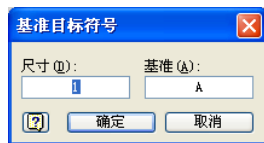

图 5-50 “基准目标符号”对话框
(1) 单击【标注】标签栏【符号】面板上的【基准目标-指引线】工具按钮, 如果单击旁边的箭头, 则打开下一级菜单, 可以选择添加何种样式的基准目标符号。
(2) 选择好目标样式后, 在图形窗口中, 单击鼠标左键以设置基准的起点。
(3) 出现目标的预览, 拖动鼠标以改变目标的放置位置。
(4) 单击左键以设置指引线的另一端。当符号指示器位于所需的位置时, 单击鼠标右键, 然后选择【继续】完整放置基准目标符号, 同时打开【基准目标符号】对话框, 如图 5-50 所示, 可以为符号输入适当的尺寸值和基准。